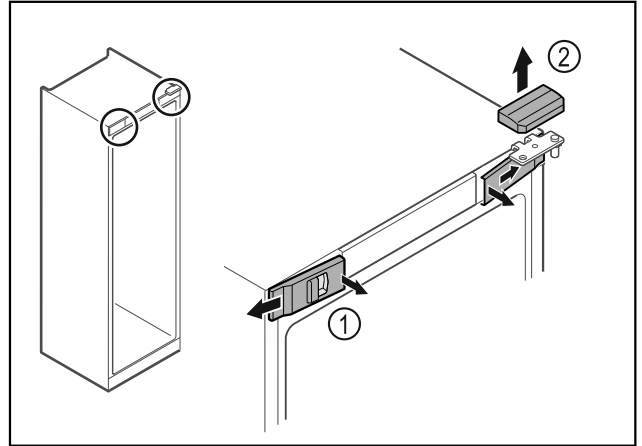

Fig. 9
- ▶ Paina etummaisat suojukset Fig. 9 (1) sisäpuolelta irti ja ota ne sivukautta pois.
- ▶ Ota ylempi suojuus Fig. 9 (2) yläkautta pois.